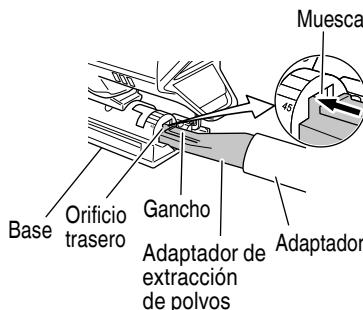

Fig. 32
- Inserte el adaptador de extracción de polvos en el orificio trasero de la base hasta que el gancho encaje en la muesca. (Fig. 32)